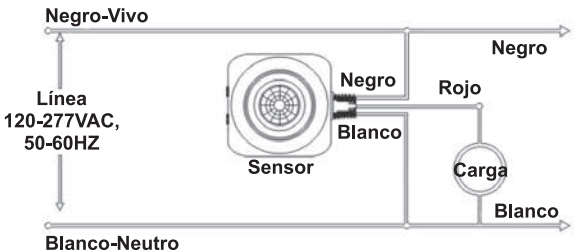

Fig. 3B
3. Conecte el cable a través del Diagrama de cableado, de la manera siguiente: NEGRO a la línea de tensión (VIVO); ROJO a CARGA; BLANCO a NEUTRAL. Conecte los cables existentes con los cables del sensor SEN-OC2 como se indica a continuación. Cúbralos de manera segura usando los conectores de torsión provistos. (Refiérase a Fig. 3B).
5. Conecte los cables del sensor a través del niple adjunto a la luminaria o la caja eléctrica y conecte los cables de acuerdo al Diagrama de cableado: conecte los cables existentes juntos con los del sensor SEN-OC2 como se indicó arriba. Cúbralos de forma segura usando los conectores de torsión provistos. (Refiérase a Fig. 3B)